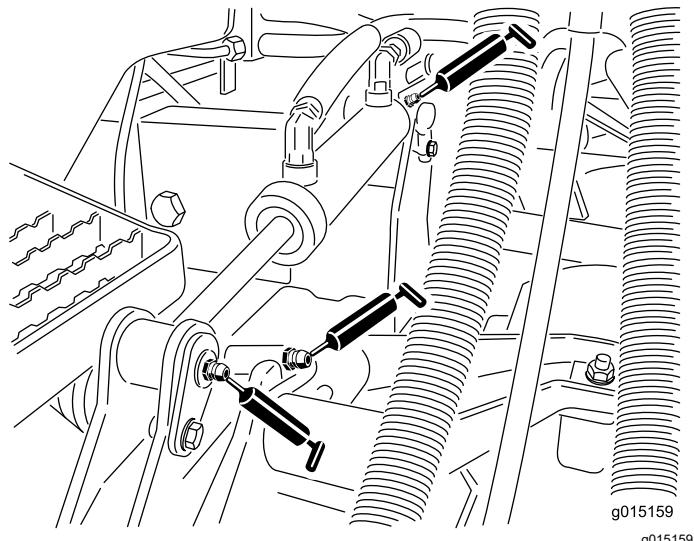

Bild 51
- Hubarmbüchsen (1 pro Schneideeinheit) (Bild 51)
- Hubzylinderbüchsen (2 pro Schneideeinheit) (Bild 51)